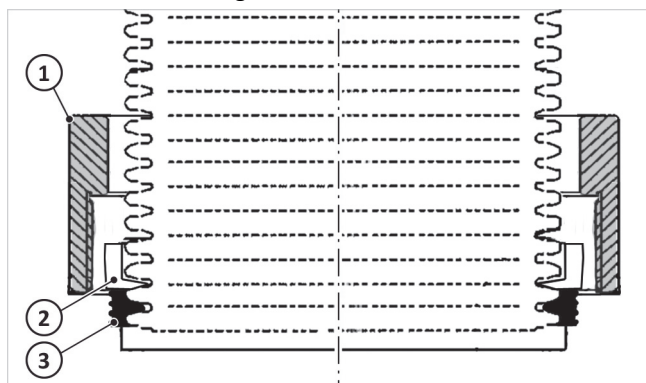

Abb. 10: Versraubung aufgesteckt
3. Gemäß → Abb. 10 die Überwurfmutter (1), den Sprengring (2) und die Dichtung (3) auf das untere Rohrende des Abgasanschlusstückes schieben.
5. Abgasanschlusstück (vgl. → Abb. 10) mit Überwurfmutter nach unten zeigend aufstecken.